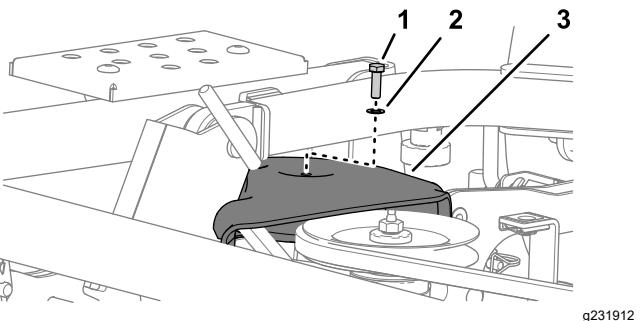

Figura 117
2. Remova o parafuso e a anilha que fixam a cobertura da polia à plataforma do cortador (Figura 117).
1. Alinhe a cobertura da polia por cima da polia mais à direita; consulte Figura 117 em Remoção da cobertura da polia (página 78).